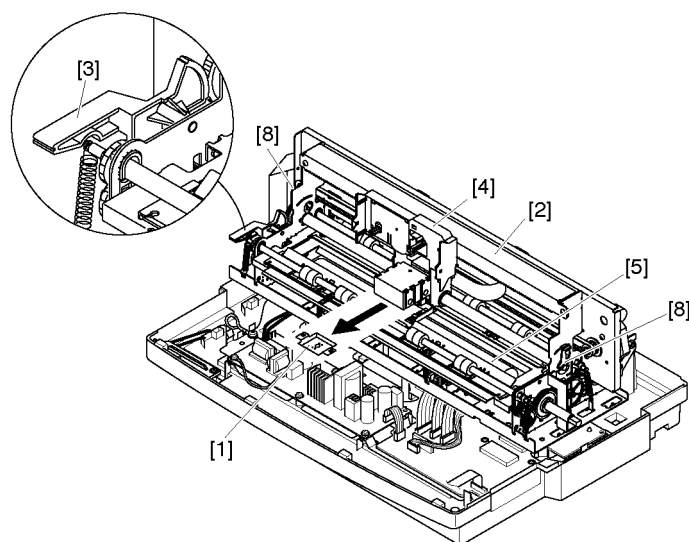

图 3-1 机械
- (1) 按第四章所述将上盖和金属档片[1]取下。(图 3-1)
- (2) 装上后角[2]。(当推下后角时将螺钉锁紧。)
- (3) 将压纸杆[3]拨至第二级。(图 3-1)